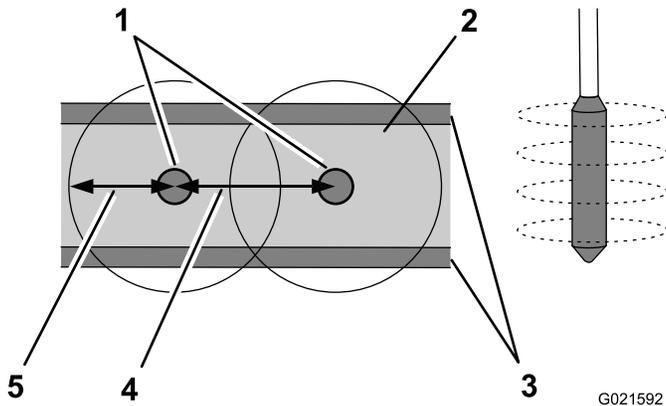

Figure 19
- Insérez le vibreur à une distance du dernier point d'insertion égale à 1,5 fois le rayon d'action et répétez la procédure (Figure 19).